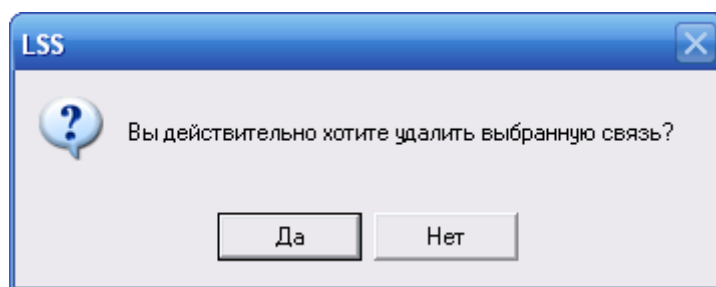

Рис. 2-79
4. В появившемся окне для подтверждения удаления статуса нажмите на кнопку **Да** (рис. 2-79).